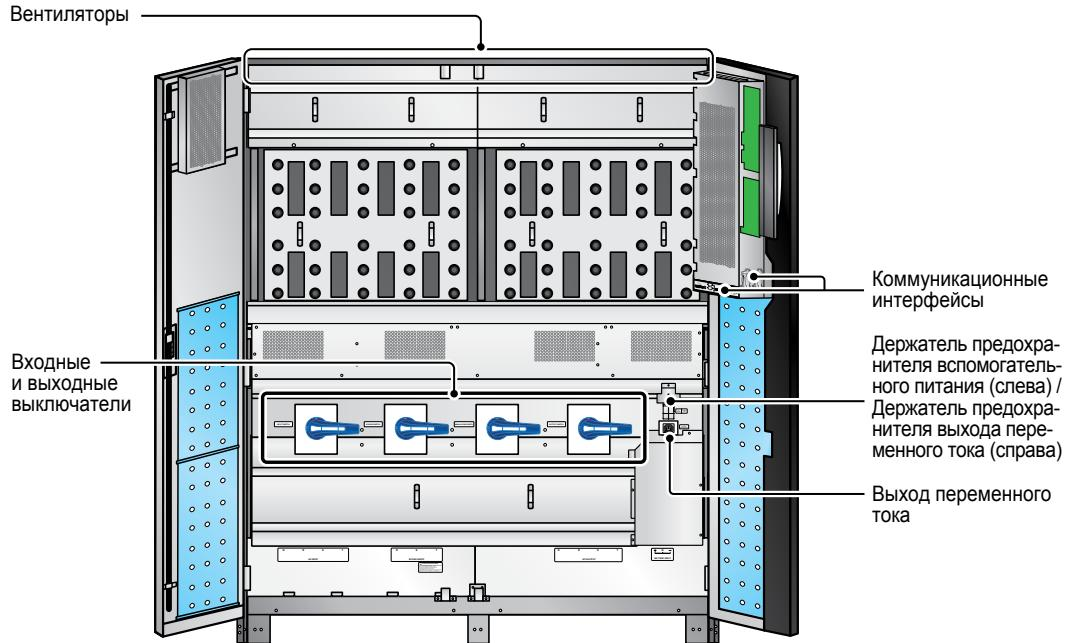

Рис. 2-4. Внутреннее устройство
- **Вид спереди с открытыми дверцами:** внутри шкафа расположено оборудование, показанное (см Рис. 2-4).